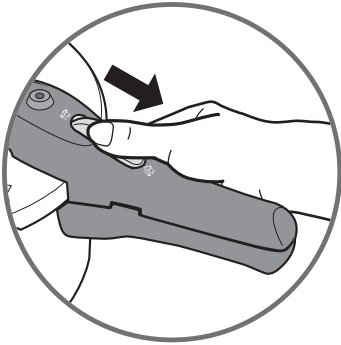

Fig 1
- À l'aide du pouce tirez sur le bouton d'ouverture (E) et reculez-le sur la position  - Fig 1